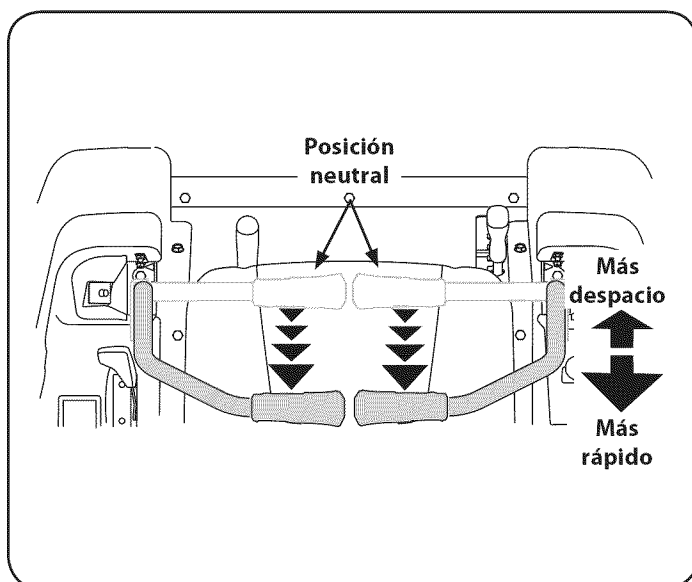

Figura 16
1. Mueva las dos palancas de control lenta y suavemente hacia atrás. El tractor comenzará a moverse hacia atrás. Vea la Figura 16.